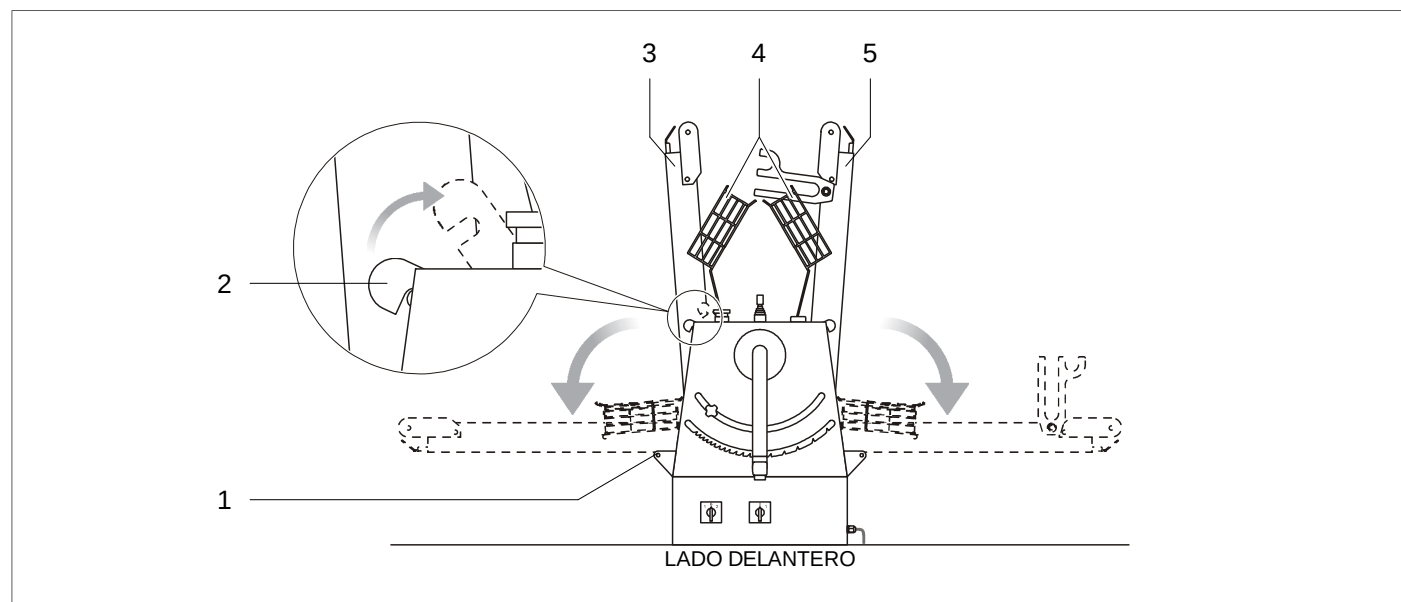

FIG. 6 (Apertura de las superficies de trabajo)
- 1) Manteniendo una mano sobre la superficie de trabajo IZQ. (FIG. 6 - Ref. 3) elevar el gancho de bloqueo superficie de trabajo (FIG. 6 - Ref. 2);
- 2) Bajar la superficie de trabajo IZQ. lentamente hasta que esté completamente apoyada sobre el soporte de la superficie de trabajo (FIG. 6 - Ref. 1);
- 3) Repetir las operaciones del punto 1) y 2) para la superficie de trabajo DER. (FIG. 6 - Ref. 5);
- Bajar las rejillas de protección (FIG. 6 - Ref. 4) delicadamente hasta el tope.